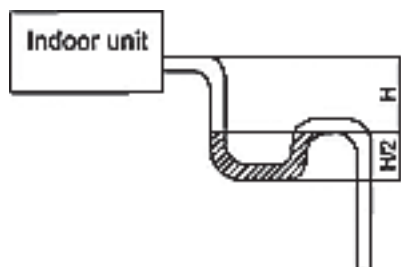

Рис. 21
- (4) Если дренажный шланг не может проходить под требуемым углом, то следует предусмотреть трубу-стояк (предоставляется заказчиком).
- (5) Если расход воздуха во внутреннем блоке высок, то это может вызвать разрежение воздуха и, как результат, привести к всасыванию воздуха с улицы. По этой причине на дренажной линии каждого внутреннего блока необходимо предусмотреть U-образный затвор (рис. 21).
- (6) Следует предусмотреть одну такую ловушку для каждого агрегата.
- (7) При монтаже сифона необходимо предусмотреть удобство предстоящей чистки.